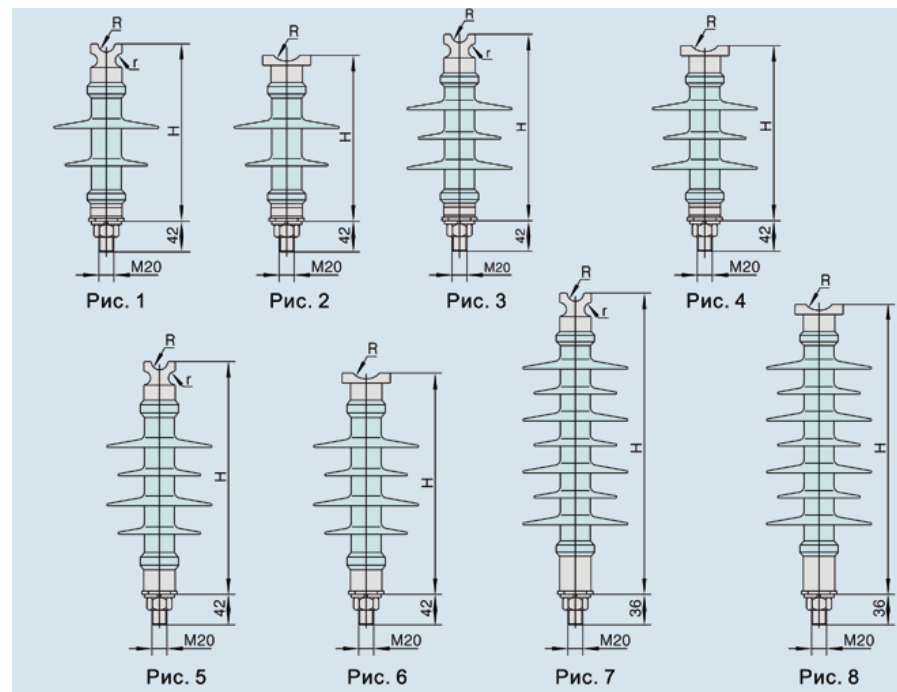

Рис. 6.1 Внешний вид и размеры комбинированных штыревых изоляторов
**6. Внешний вид и размеры (см. рис. 6.1)**